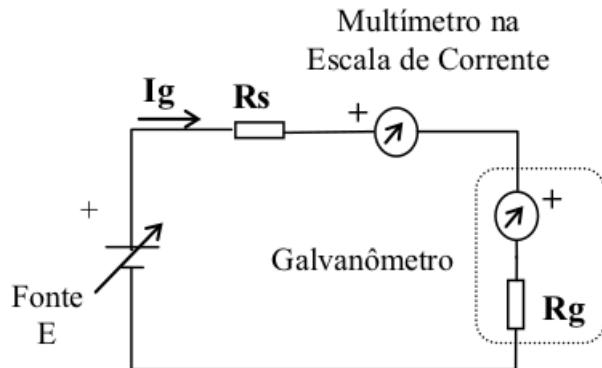

Figura 8: Circuito para determinação da *corrente de fundo de escala*.
- Monte o circuito da figura 8, adotando  $R_s = 4k7\Omega$ .